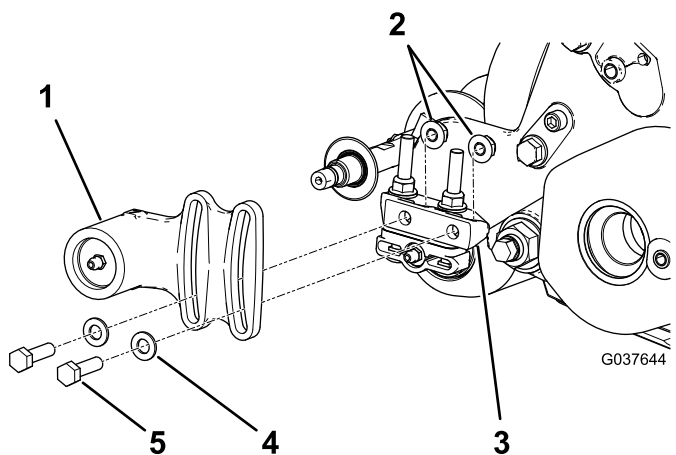
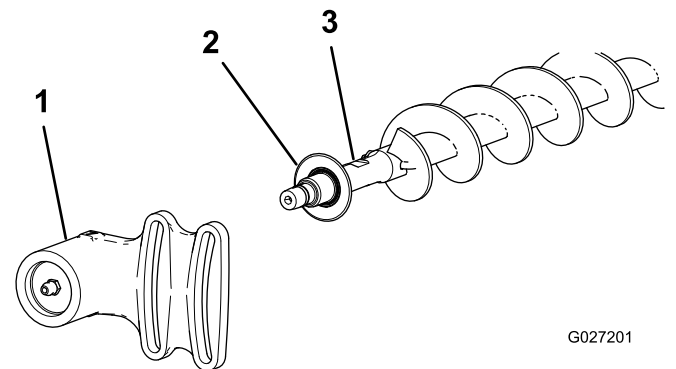

図 20
図 21
1. すでにローラブラシが取り付けられている場合は、駆動側でない方のベアリングハウジングをベアリングハウジング取り付けブラケットに固定しているボルト2本、ワッシャ、ナットを取り外す **図 20** と **図 21**。
2. ブラシのシャフトから、非駆動側ベアリングハウジングとエクスクルーダシールを外す **図 21**。